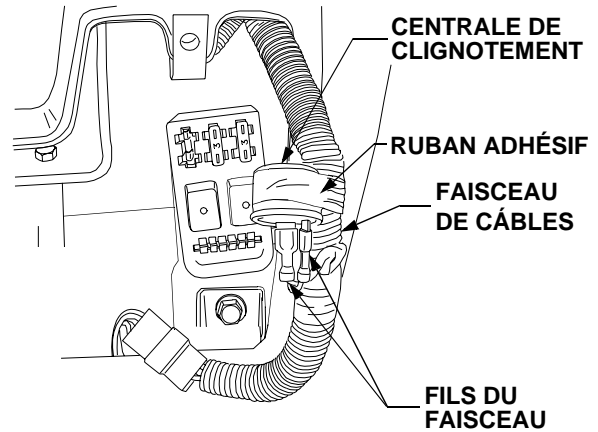

Figure 43
- Sortez le faisceau de câbles par l'ouverture du tableau de bord. Coupez et enlevez le ruban adhésif retenant la centrale de clignotement contre le faisceau. Voir la Figure 43.